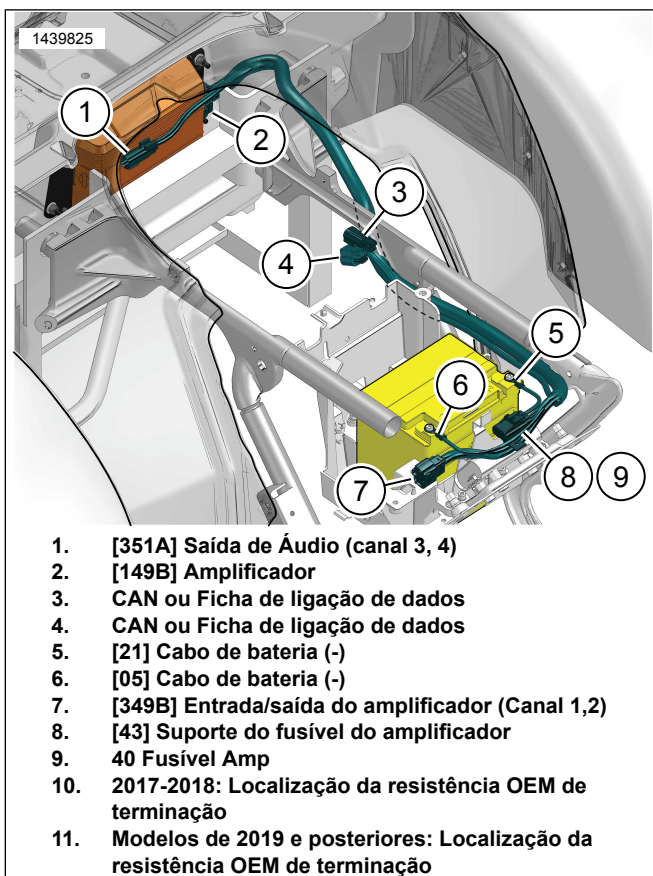

Figura 3. Orientação da cablagem do amplificador
1. Ver a Figura 3. Ligue o conector [149B] ao amplificador.
- f. Coloque o [91A] (13) do chicote externo em cima do [91B]. Prenda com abraçadeiras de cabo.
- a. Ver a Figura 3. Localize o conector do veículo [319A] e a tampa de resistência terminal perto da área de cobertura lateral direita.
7. Ver a Figura 3. Encaminhe os artigos 5-9 em frente à bateria e em direção à tampa lateral direita.
8. Ligue o cabo negativo da bateria (6).
9. Ligue o cabo positivo da bateria (5).
10. Fixe o porta-fusíveis do amplificador (8) com uma braçadeira.
11. Ver a Figura 3. Encaminhe o chicote com o conector do amplificador sobre o lado esquerdo do quadro.